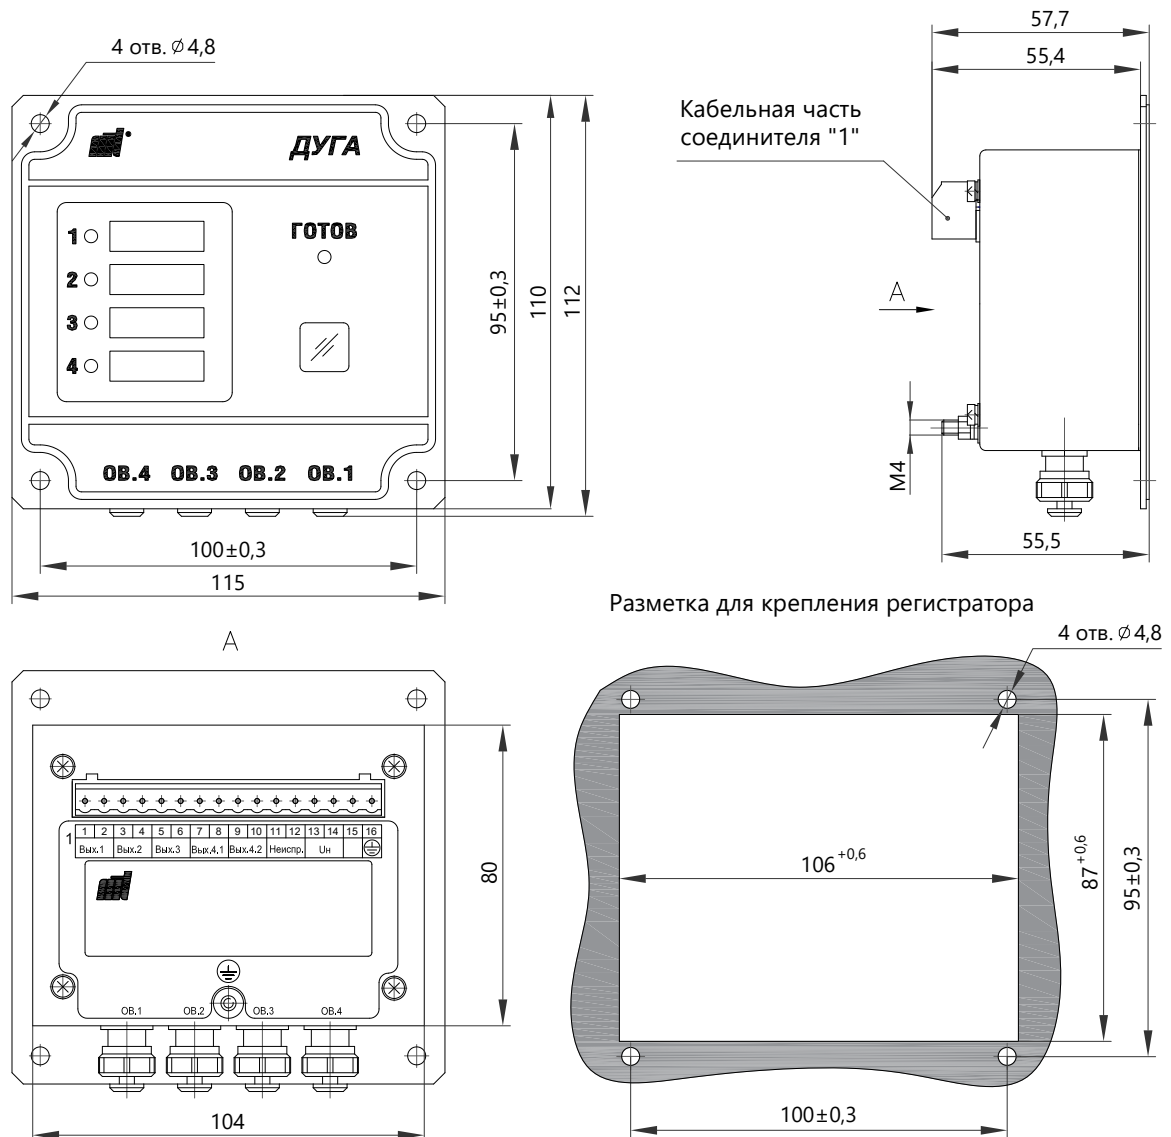

Рисунок 1 - Габаритные, присоединительные и установочные размеры регистратора
4.1 На передней панели регистратора (рисунок 1) расположены четыре светодиода с маркировкой соответствующего датчика "1" - "4" (таблица 4). Рядом с ними расположен светодиод "ГОТОВ" и кнопка КВИТИРОВАНИЕ (мнемоническое изображение "///").
6.3 Регистратор заземлить проводом сечением не менее 1,5 мм², подключаемым к зажиму заземления с маркировкой "⊕", который установлен на тыльной стороне регистратора (см. рисунок 1).